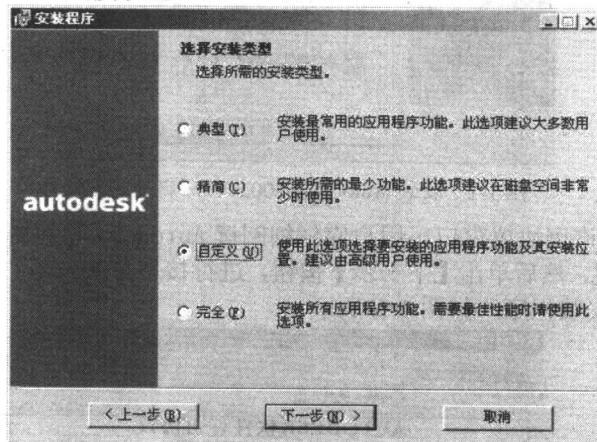

图 1-4 安装 AutoCAD 2002 —— 选择安装类型
(5) 如果用户输入的序列号和 CD 号正确，则弹出用户信息窗口，用户可根据自己的情况填写个人信息。单击【下一步】按钮。
(6) 弹出选择安装类型窗口。用户根据自己使用的要求进行选择。如果不了解 AutoCAD 的具体内容，建议选择“典型”安装，系统将自动安装常用的文件；如果硬盘空间有限，建议选择“精简”安装，这对硬盘空间的要求最小；如果对 AutoCAD 的内容较为熟悉，并根据自己工作情况进行有选择性的安装，单击“自定义”安装；也可进行“完全”安装，这样所需的硬盘空间相对较大。这里选择“自定义”安装，着重为用户提供详细的安装过程介绍，如图 1-4 所示。否则，可以直接跳至(8)。